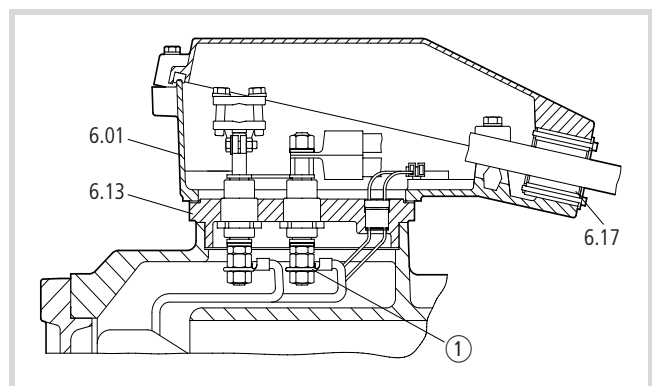

Abbildung 16: Klemmenkasten mit Einzelbolzendurchführung
- ① Trennstelle
- ▶ Lösen Sie Sicherungsblech ① und Mutter (→ Abb. 16).